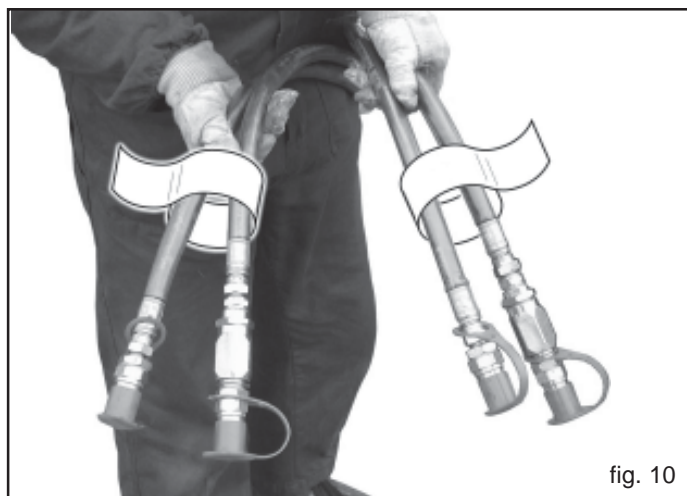
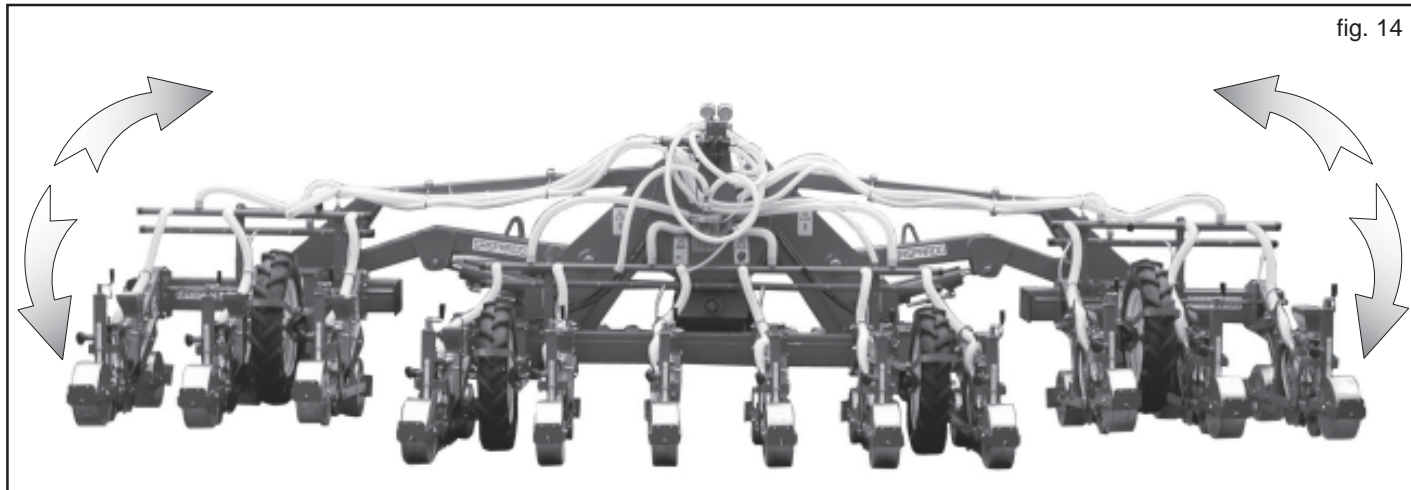

fig. 10
fig. 14
- 5) Raccorder correctement les tuyaux oléohydrauliques aux distributeurs du tracteur, en suivant l'indication figurant sur chaque tuyau (Fig. 10).
Le châssis de la machine permet de replier, grâce à un système oléohydraulique, les extrémités latérales (Fig. 14) sur lesquelles sont installés les éléments de semis, réduisant ainsi l'encombrement sur route. Les parties à repli oléodynamique du semoir sont flottantes et permettent de travailler sur des terrains qui ne sont pas parfaitement plats. Les parties latérales du châssis peuvent, en effet, descendre par rapport à la partie centrale d'environ 7 centimètres (Fig. 14). Elles sont actionnées par des cylindres oléodynamiques à double effet indépendants. Pour régler la vitesse de montée et descente des châssis latéraux, régler la vanne située sur chaque tube oléodynamique de refoulement, comme on l'indique au chapitre 3.1. (Fig. 10).
- 6) Actionner l'installation oléodynamique pour ouvrir le châssis (Fig. 14), en maintenant le semoir soulevé au-dessus du sol.